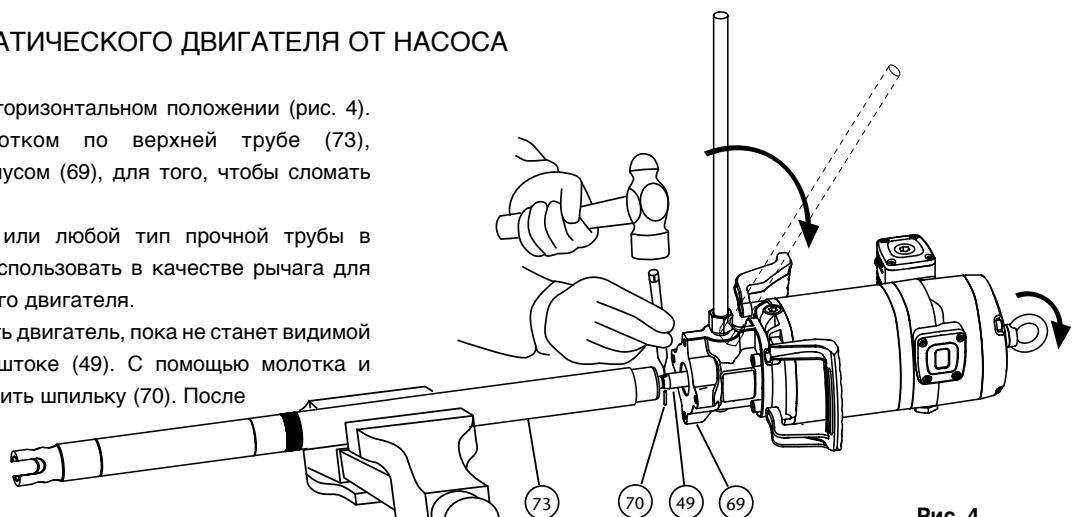

Рис. 4
- Закрепить насос в тисках в горизонтальном положении (рис. 4). Аккуратно постучать молотком по верхней трубе (73), расположенной рядом с корпусом (69), для того, чтобы сломать закрепитель резьбы.
- После отсоединения извлекать двигатель, пока не станет видимой эластичная шпилька (70) в штоке (49). С помощью молотка и подходящего пробойника выбить шпильку (70). После этого мотор можно снять.